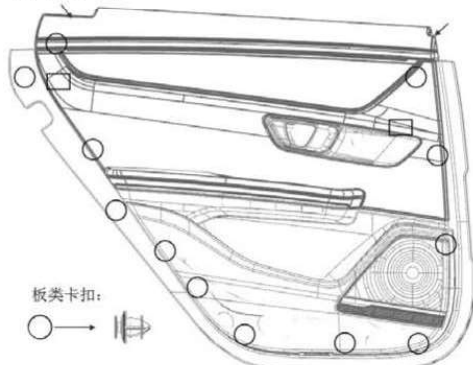

图 8-1-4 左后门护板卡扣位置示意图
(4) 如图 8-1-4，用手掰上本体前端，如箭头处，将门护板上本体与水切分离，然后用缠有胶带的一字起将板类卡扣依次从钣金孔剥离，即可将门板总成从钣金上取下（此时门护板有线束约束，不可拉扯过远）。